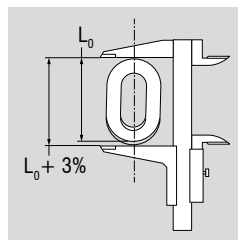

Fig. 13.2 : usure inadmissible ou allongement d'un maillon
- On parle d'usure accrue ou d'allongement d'un maillon lorsque par ex. la cote nominale de la longueur intérieure est dépassée de 5%. Ceci correspond à un allongement extérieur de 3% (fig. 13.2)